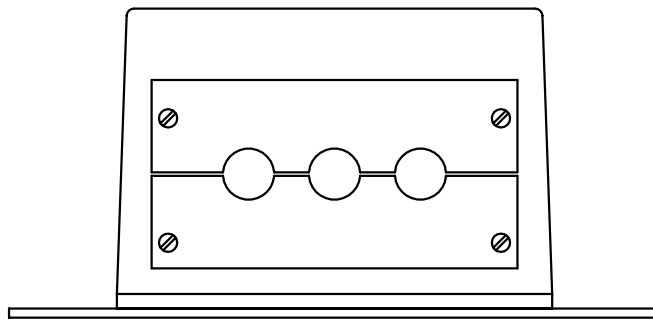
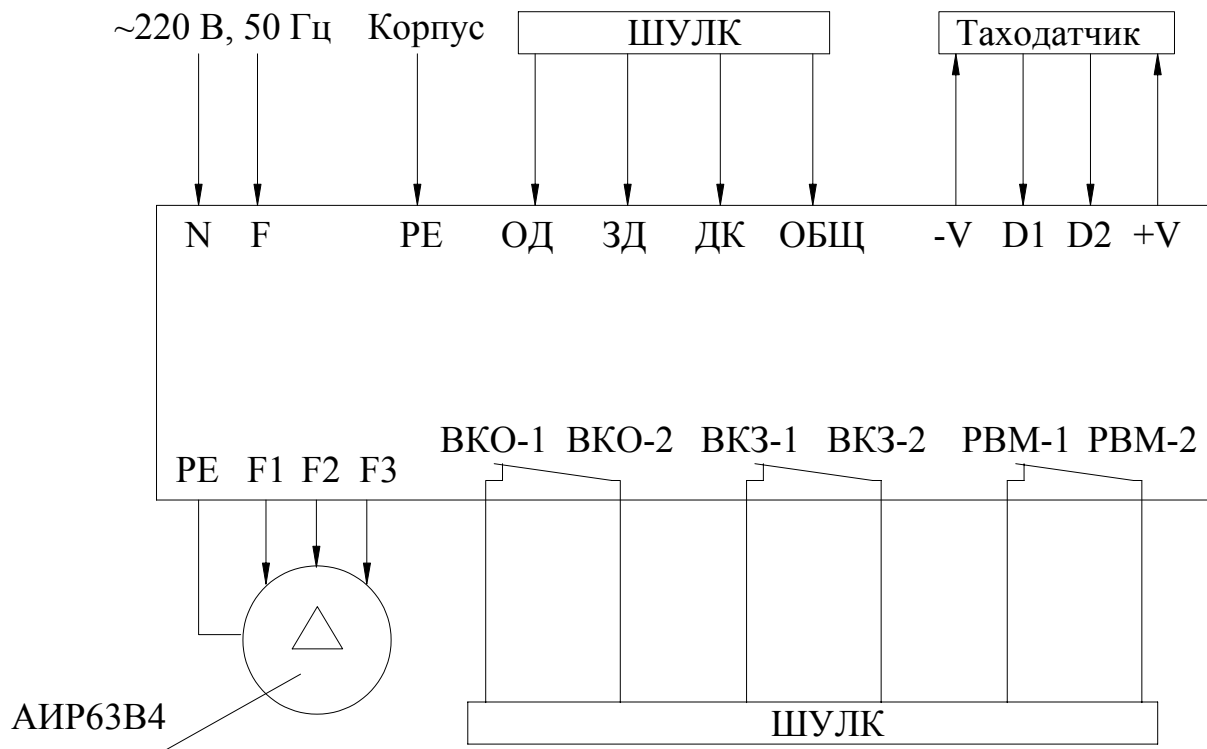
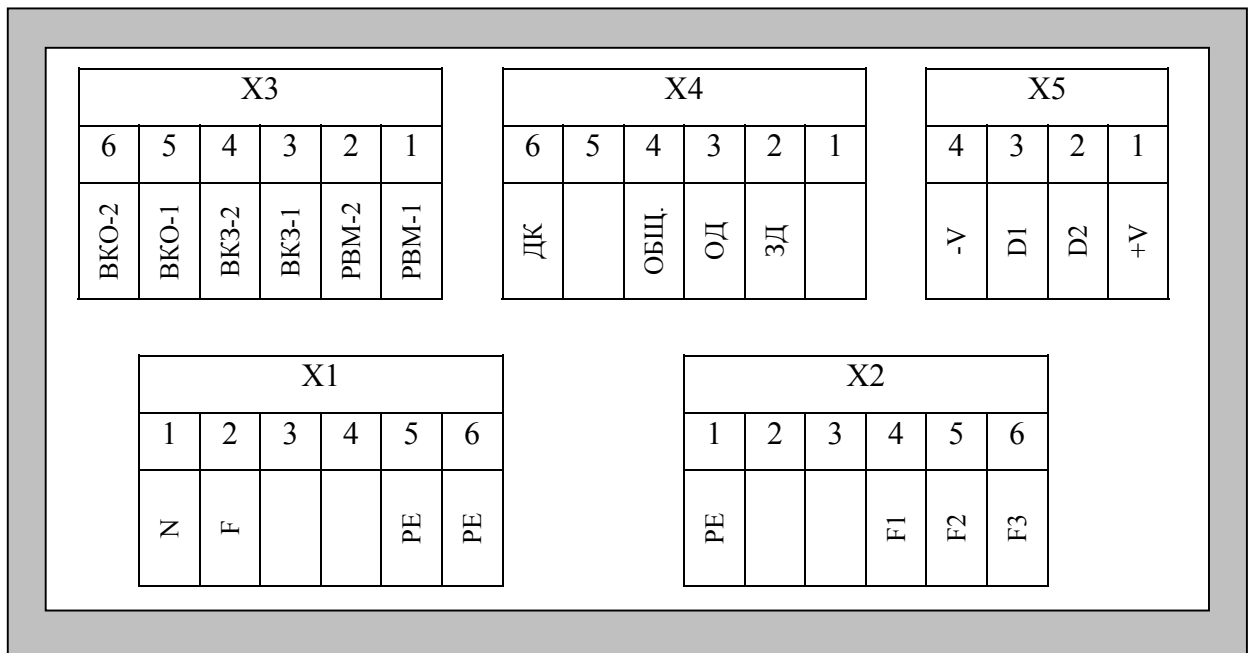

Рис.1. Габаритно-присоединительные размеры *Устройства*.
Рис.2. Блок-схема подключения внешних контактов БУАД-5-31.
Рис. 3. Схема подключения внешних контактов БУАД-5-31.
Габаритно-присоединительные размеры *Устройства* приведены на **рис.1**.
На **рис.2** показана, блок-схема подключения внешних коммуникаций *Устройства*. На **рис.3** показаны и подписаны контакты разъемов для подключения внешних коммуникаций *Устройства*.
3.4.1. Внешние коммуникации для станции ШУЛК (см. рис. 2, 3):
Узел подключения внешних коммуникаций состоит из заглушки для крепления пластмассовых или металлических рукавов (**рис.1, вид А**) и разъемов для подсоединения шин сетевого питания, цепей выходных напряжений для электродвигателя, цепей управления работой устройства, цепей подключения датчика относительного перемещения (таходатчика) (**рис.2**).